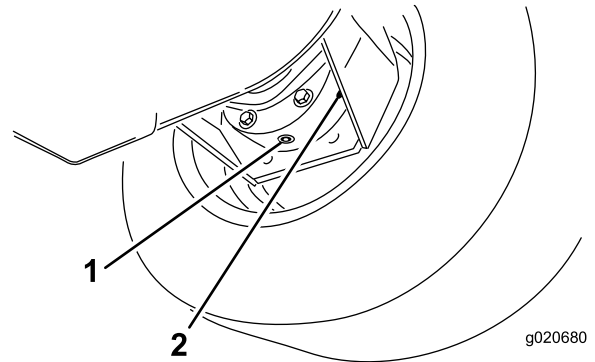

Bild 62
3. Stellen Sie eine Auffangwanne unter das Bremsgehäuse, entfernen Sie die Ablassschraube und lassen das Öl ablaufen (Bild 62).